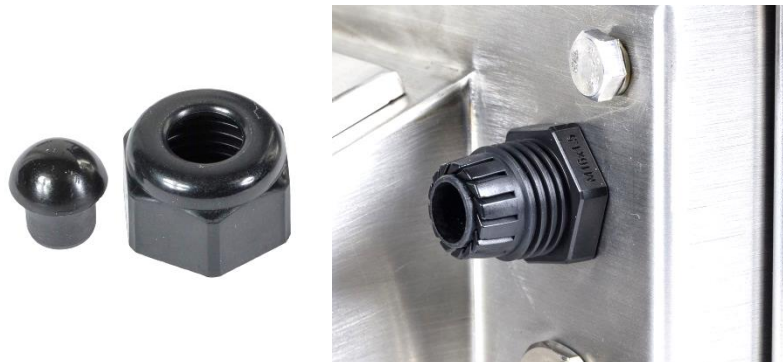

Figura 2-12: Prensa-Cabos
- Antes de conectar fios, passe os cabos através de um prensa-cabo de tamanho apropriado. A Figura 2-12 mostra um prensa-cabo com seu grampo removido.